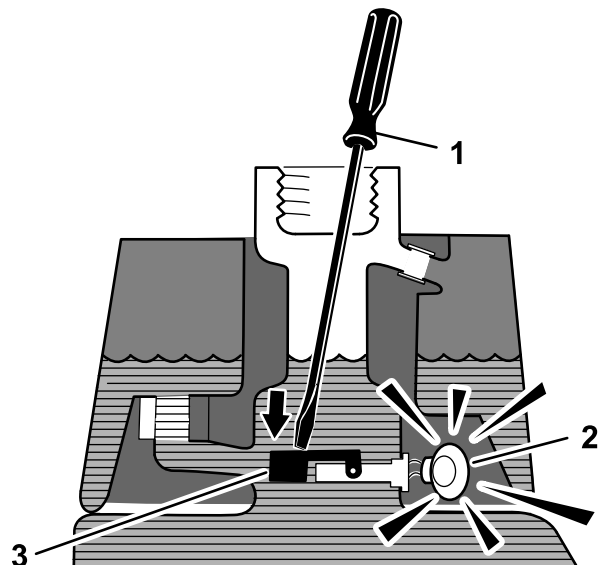

Figura 18
3. Inserite nel collo del serbatoio un'asta o un cacciavite puliti ed esercitate con cautela pressione sull'interruttore a galleggiante (Figura 18); dopo un secondo dovrebbe scattare l'allarme.